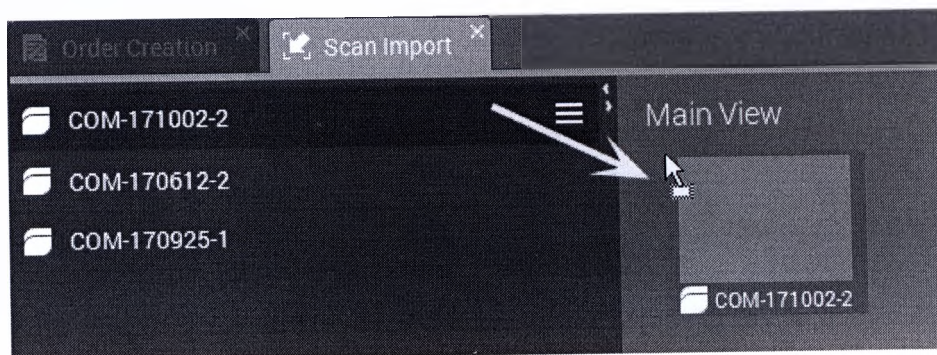

Рис.12 Захватить и перетащить заказ в главное окно.
1. Открыть станцию «Scan Import» (Импорт сканов) (рисунок 12).